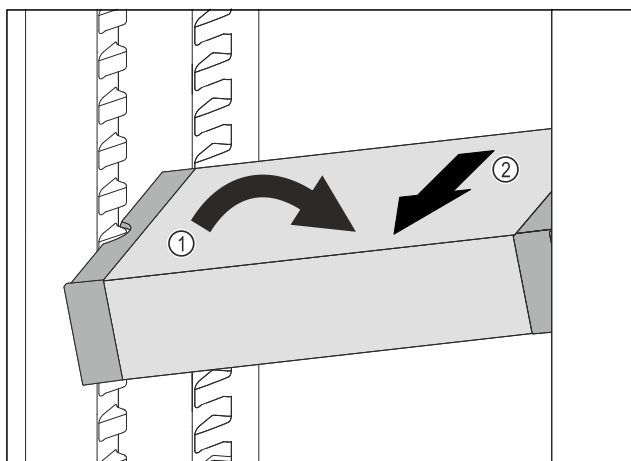

Fig. 108
- Incliner le VarioSafe dans la partie réfrigérateur. Fig. 108 (1)
- Sortir le tiroir VarioSafe par l'avant. Fig. 108 (2)